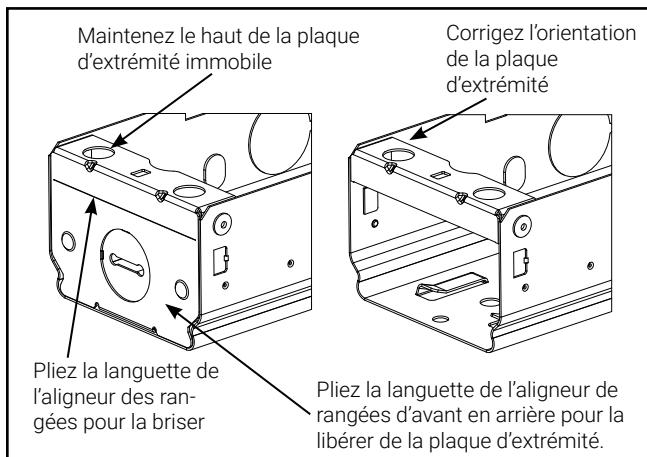

Figure 4.
3. Tenez le haut de la plaque d'extrémité, pliez la partie inférieure de la plaque d'extrémité pour séparer l'aligneur de rangées (Figure 4.).
6. Assurez-vous que la partie supérieure de la plaque d'extrémité est dans la même orientation que celle indiquée dans la figure 4.